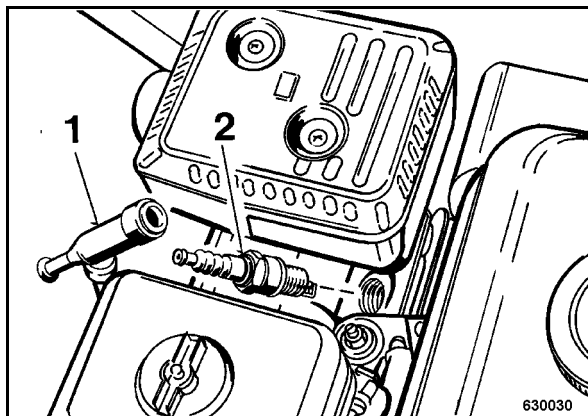

рис. 40
- Снять свечной наконечник (1) (рис. 40) и вывинтить свечу зажигания (2).